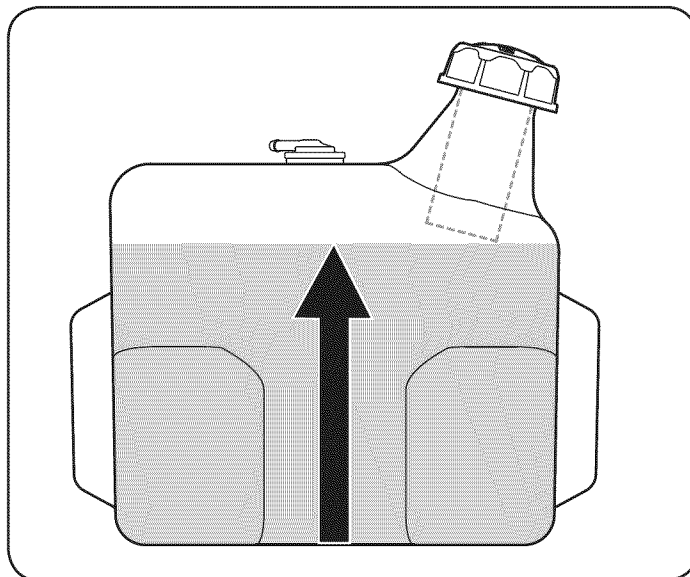

Figura 7
**IMPORTANTE:** No llene demasiado el tanque. Llene el tanque no pulgada más de 1 / 2 debajo de la base del cuello de llenado para dejar espacio para la expansión del combustible. Véase la Figura 7.